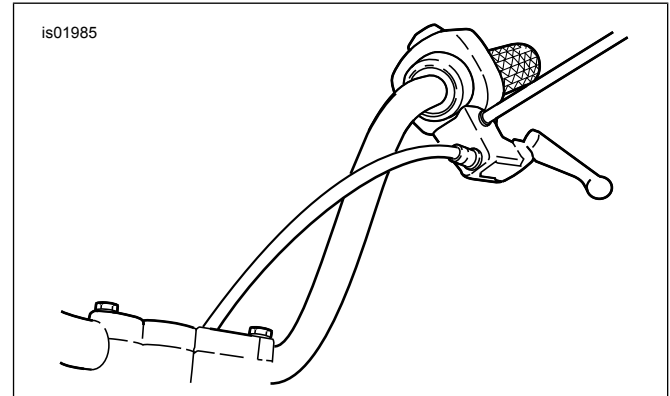

Figure 1. Nouvel acheminement du câble d'embrayage
- Pour les modèles FXSTB :** Passer à l'étape 3. **Pour tous les modèles, sauf FXSTB :** Voir Figure 1. Relocaliser le câble d'embrayage à l'intérieur du guidon comme suit :
- Voir Figure 1. Acheminer le câble d'embrayage à l'intérieur du guidon et reconnecter le câble d'embrayage au levier d'embrayage.